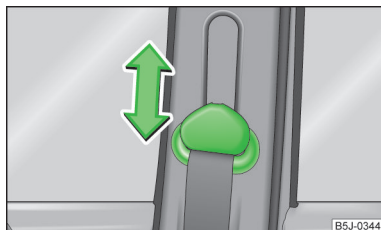

Fig. 7
- Premere il rinvio nella direzione desiderata e spingerlo verso l'alto o verso il basso nella direzione desiderata » fig. 7.